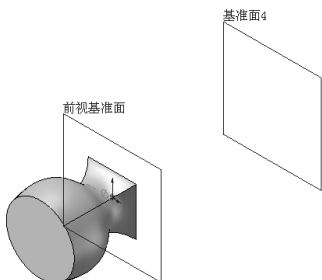

图 3-27 建立基准面 4
(11) 建立距离前视基准面为 200 平行基准面 4, 如图 3-27 所示。